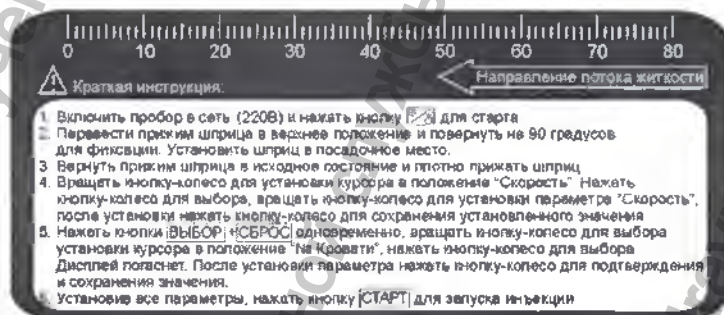

Рисунок 4 — Градуированная линейка
2.10.2 Измерьте длину шкалы шприцов, разместив их возле градуированной линейки (рисунок 4).